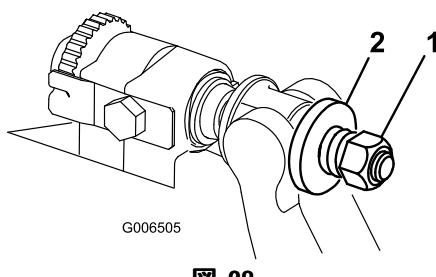

図 28
- スプリングがつぶれるまでテンション・ナットを締め、そこから半回転戻す（図 28）。